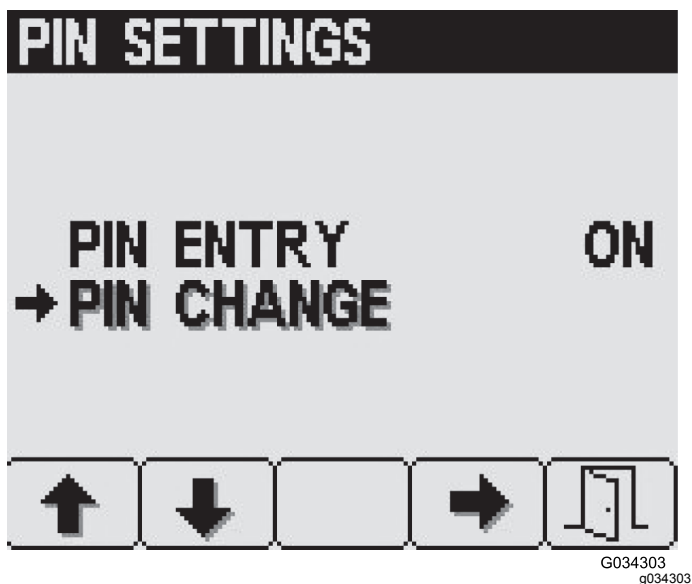

Figure 32
3. Sur l'écran de Réglages PIN, appuyez sur la touche 2 jusqu'à atteindre l'option de Changement du code PIN, puis appuyez sur la touche 4 pour sélectionner "Changement du code PIN" (Figure 32).